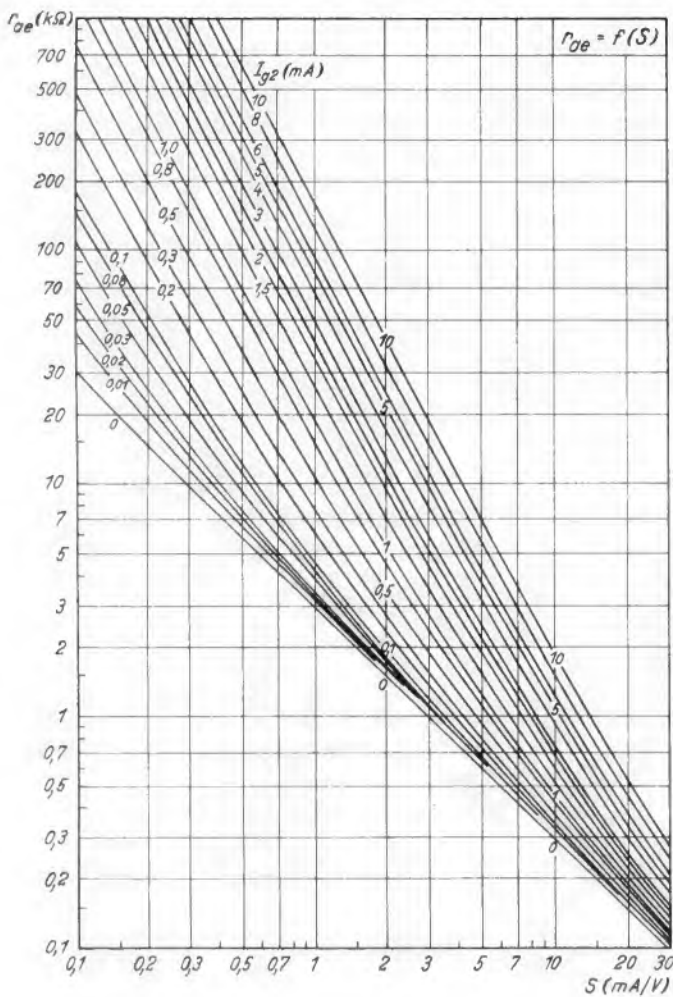

Bild 6. Diagramm zur Bestimmung des äquivalenten Rauschwertes in Abhängigkeit von der Steilheit und vom Schirmgitterstrom.
Es sei ausdrücklich darauf hingewiesen, daß das Influenzrauschen im äquivalenten Gitterauschwiderstand nicht erfaßt wird. In Bild 6 ist die Formel (28) als Diagramm dargestellt, dabei ist für σ 0,65, und für $I_k = 1,3 \cdot I_a$ eingesetzt.
(s. a. das Diagramm Bild 6).